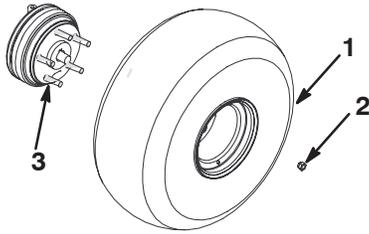

Bild 2
3. Montieren Sie die Räder mit den vorher entfernten Befestigungsteilen (Bild 2) und ziehen sie mit 61 bis 88 Nm fest.